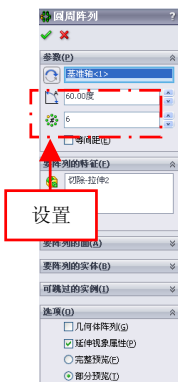

图 6-54 设置参数值
(4) 在【圆周阵列】属性管理器中, 设置【角度】为 60、【实例数】为 6, 如图 6-54 所示。